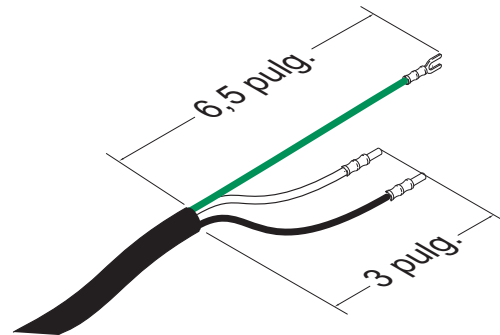

FIG. 5: Cable de alimentación
- Añada casquillos si fuera necesario. Consulte la FIG. 5.